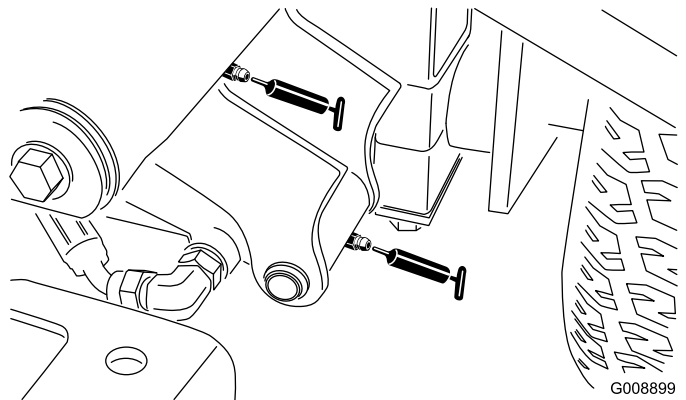

Figure 52
- Pivot de bras de relevage avant gauche et vérin de relevage (2) (Figure 52)